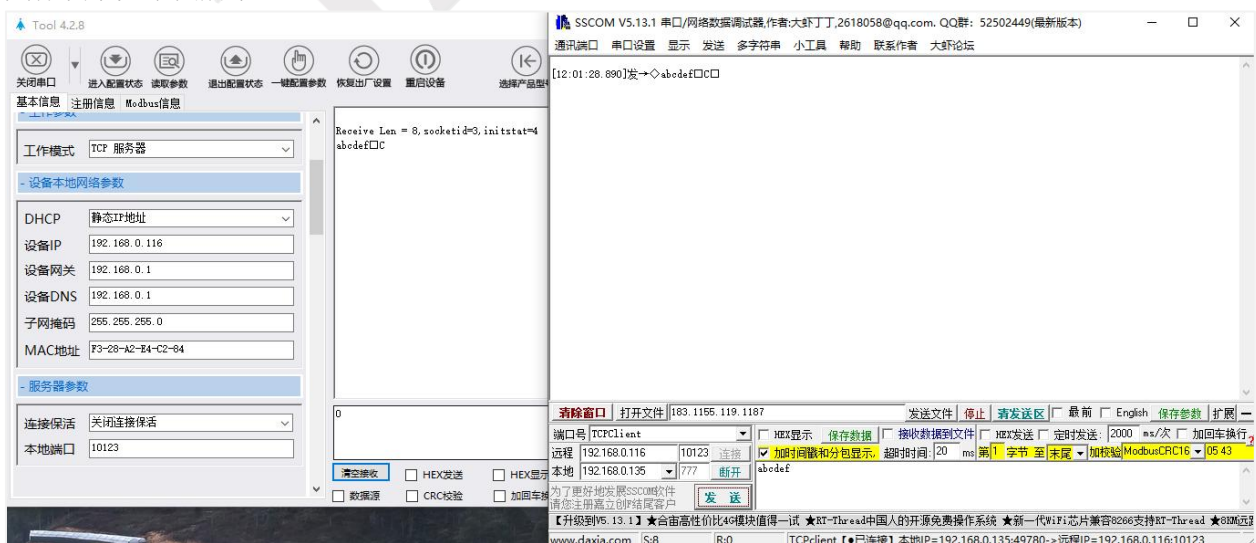

图 7：数据传输测试图
3) 其中一个sscom选择与模块对应的串口，设置波特率为9600；另一个sscom设置成为TCP Client，在远程中填入目标IP 地址192.168.0.80，端口号10123，点击连接，成功后如图7所示；如果失败请检查2.2中设置是否正确。